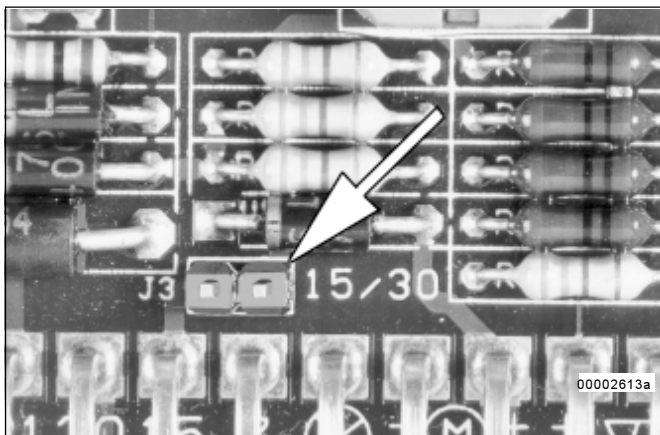

Abb. 3 - Steuerplatine ist ohne Jumper 15/30
- Die Spannungsversorgung (+ und -) liegt an (Jumper 30/15 Abb. 3 ist entfernt). Mit dem Einschalten des Maschinenkontaktes (Fremdkontakt), ist die Zentralschmieranlage betriebsbereit.